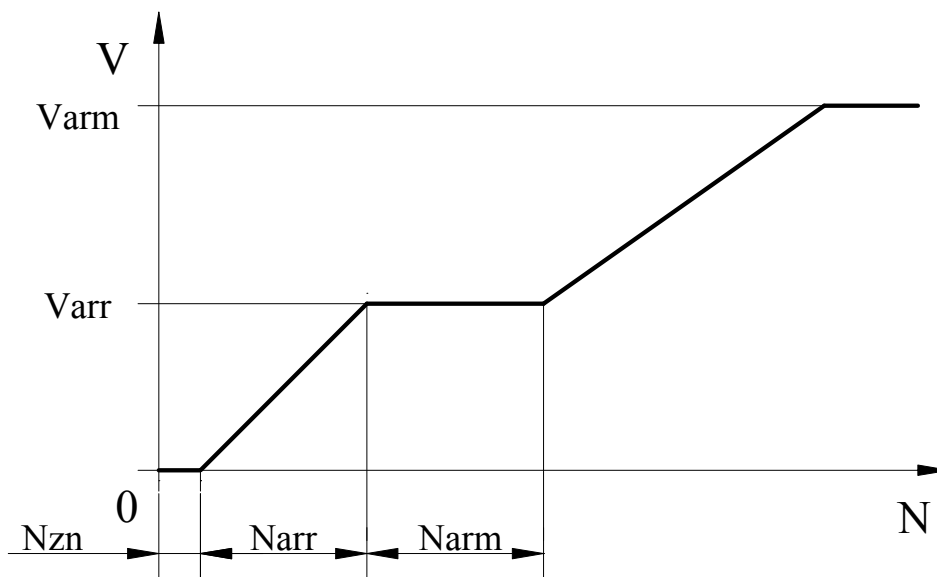

Рис.7. Скорости удержания в зависимости от модуля отклонения от точки удержания.
- 3.8.6.5. **Номер 4** – $Varq$ (0-200 мм/сек) – малая скорость движения при удержании (арретировании) (**рис.7**).
- 3.8.6.6. **Номер 5** – $Varm$ (0-500 мм/сек) – максимальная скорость движения при удержании (**рис.7**).
- 3.8.6.7. **Номер 6** – $Narm$ (0-100 мм) – участок скорости движения при удержании, где $V=Varq$ (**рис.7**).